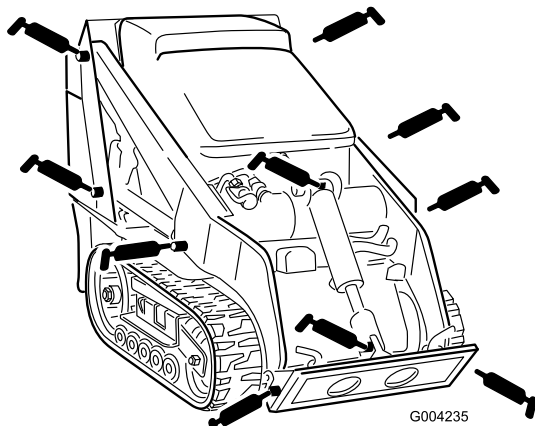
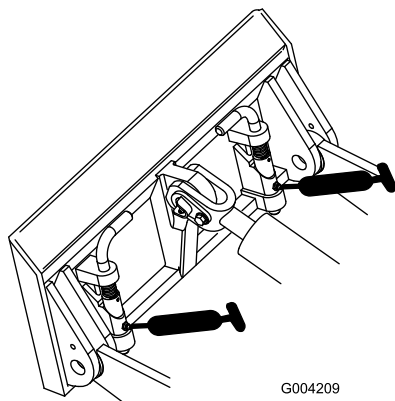

Figure 32
Figure 33
3. Raccordez une pompe à graisse à chaque graisseur (Figure 32 et Figure 33).